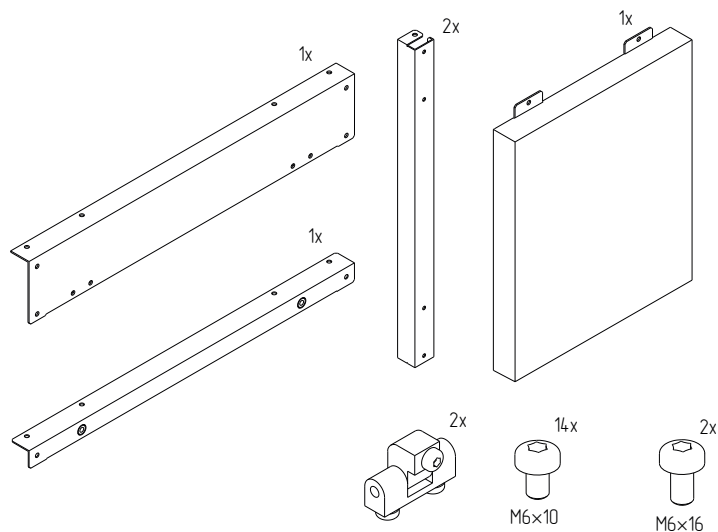

Рисунок 116
4.38.2 Проверить комплектность (рисунок 116).